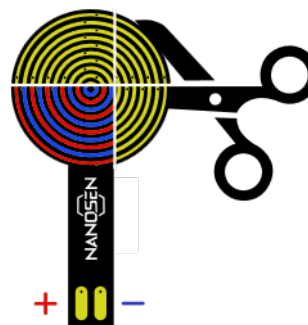

Figure 2 : Contact après la découpe
- Les électrodes peuvent être découpées avec, par exemple, des ciseaux (voir Figure 2)
- Le graphique montre la zone active minimale qu'on peut garder après la découpe de l'électrode, représentée ici en bleu et rouge (Figure 2)